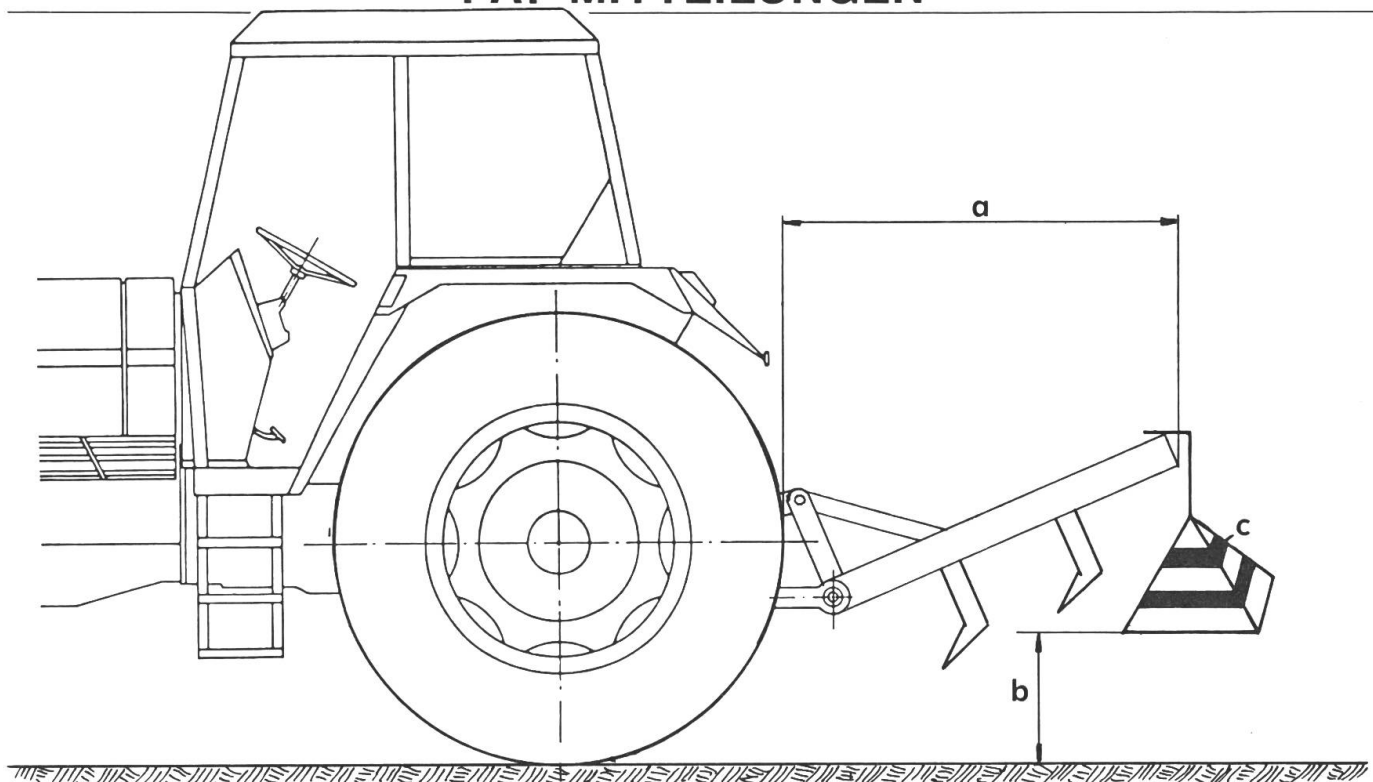

Abb. 2: Kennzeichnung landwirtschaftlicher Zusatzgeräte mit hinterem Überhang.
- Nachts und bei schlechter Sicht (z. B. Nebel) müssen die Geräte mit Rückstrahlern oder Lichtern gekennzeichnet sein, die nach vorn weiss, nach hinten rot leuchten und möglichst nahe an den äussersten Stellen angebracht sind. An Geräten, die das Fahrzeug nach hinten um mehr als 1 m überragen, muss der rot-weiße, reflektierende **Signalkörper** angehängt werden (Abb. 2).